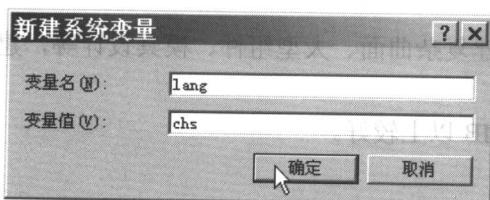

图 1-3 【新建系统变量】对话框
3. 单击【系统变量】栏中的【新建(N)...】按钮，显示【新建系统变量】对话框，新建一个【变量名】为“lang”，【变量值】为“chs”的系统变量，如图 1-3 所示。